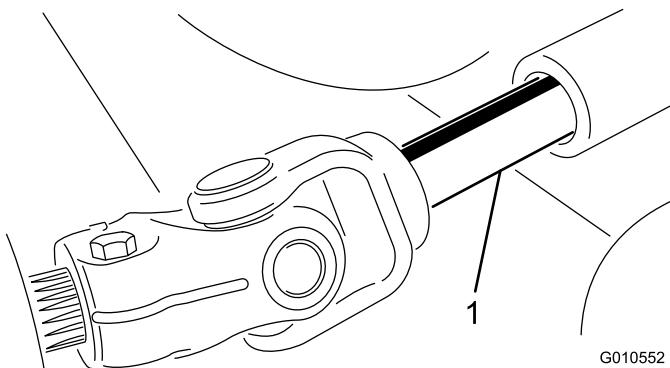

図 22
5. PTO シャフトのオスメスの接続部分を解除して、カッティングユニットをトラクションユニットから引き出す図 22。
3. オスの PTO シャフトとメスの PTO シャフトを接続する図 22。